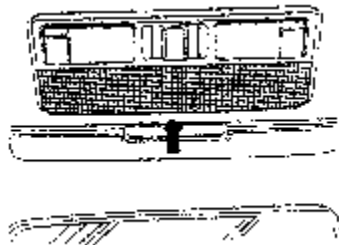

图 11-96 拆卸内部照明灯散光玻璃
(1) 内部照明灯的拆卸
- ① 小心地用起子撬出车内顶灯的散光玻璃。如图 11-96 所示。
- ② 松开固定螺钉。
- ③ 拔出插头连接。